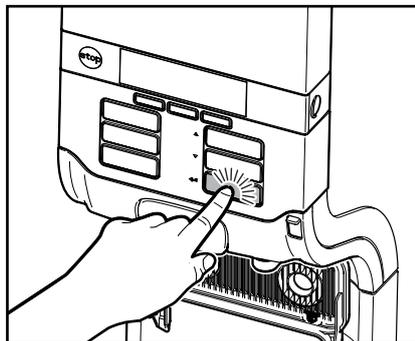

Fig. 46
4. Prima a tecla Enter , para confirmar a colocação da pastilha de limpeza (Fig. 46).